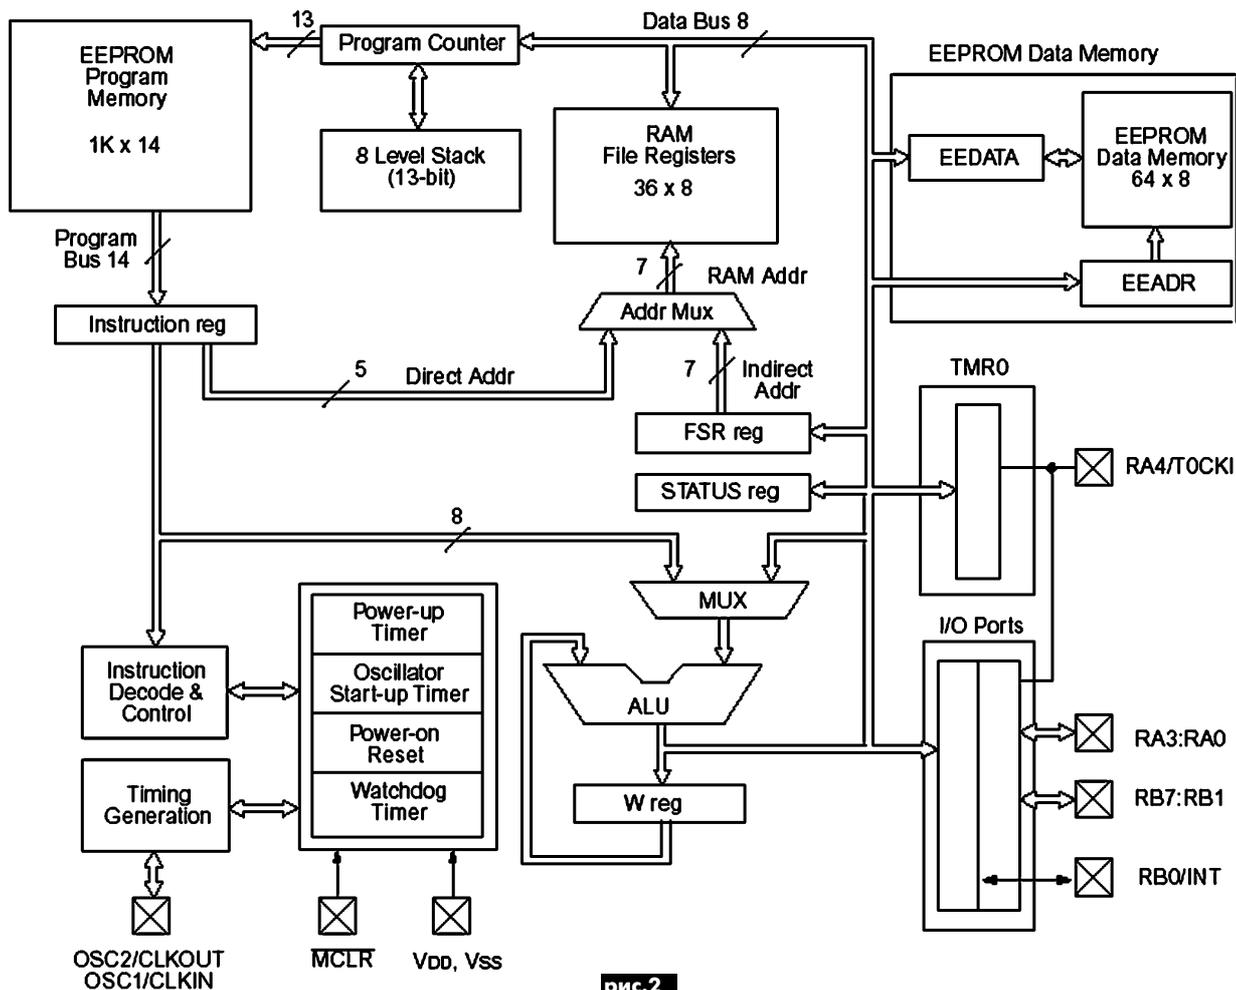

рис. 2
**Архитектура микроконтроллера.** МК (рис. 2) имеет встроенные модули: генератор тактовой частоты (максимальная частота 10 МГц), память программ ПЗУ (FLASH